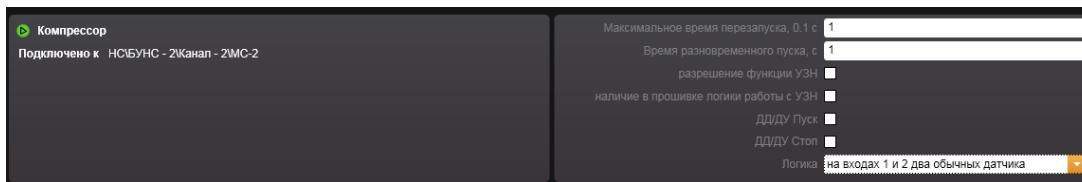

Рисунок 14.3.61 – Свойства адресного устройства Компрессор
- 22) При выделенной в рабочей области строке адресного устройства **Компрессор**, подключаемого к устройству НС, поле свойств устройства отображает (Рисунок 14.3.61):